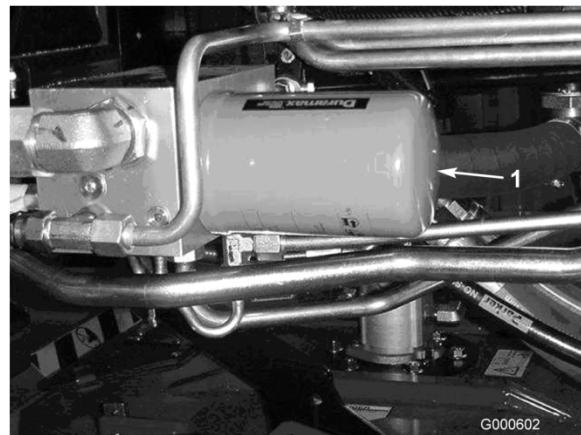

Figura 54
2. Pulite la superficie circostante il filtro. Collocate una bacinella di spurgo sotto il filtro (Figura 53 e Figura 54).